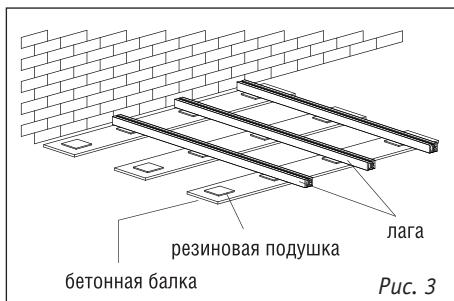

Рис. 3
- На бетонные плиты или опорные балки (рис. 3).